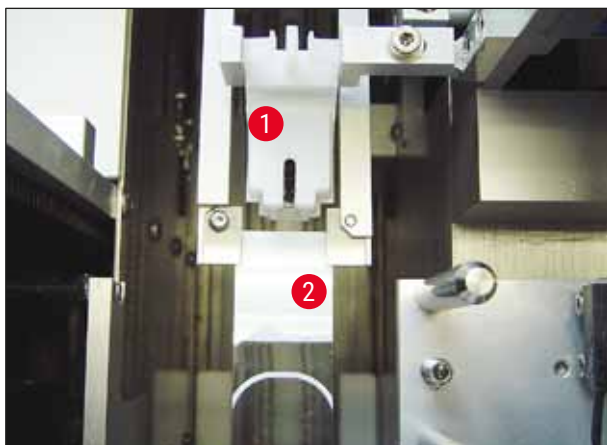

Fig. 24
1. În cele din urmă, asigurați-vă că dispozitivul de prindere (→ Fig. 24-1) nu se ciocnește cu dispozitivul de curățare a acului dispenser (→ Fig. 24) în timpul deplasării sale sau cu cel al lamei de probă transportate (→ Fig. 24-2).